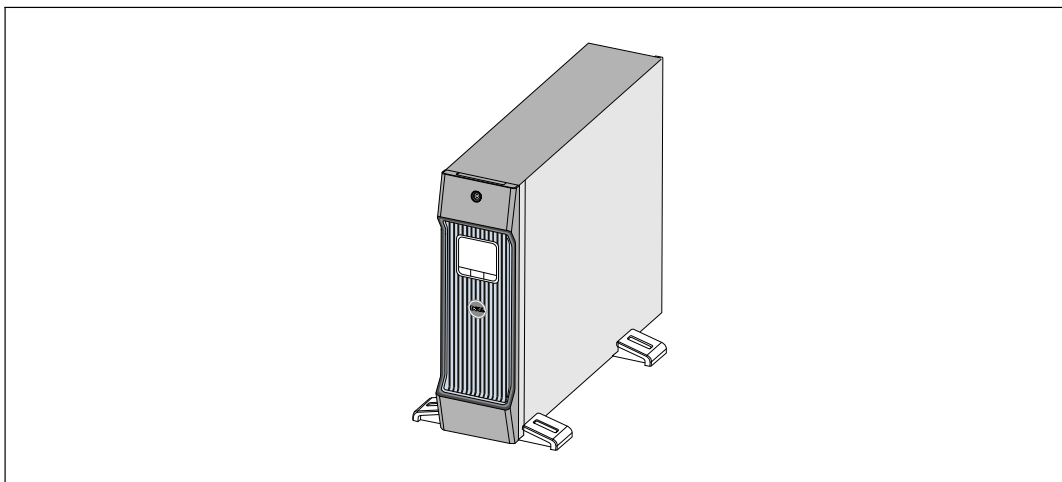

Figura 25. Configuración de la torre
- 9 Coloque cuidadosamente el gabinete en posición vertical (consulte la Figura 25).